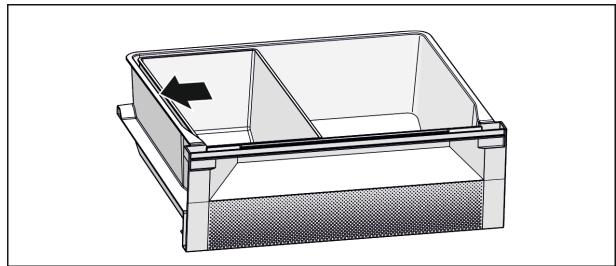

Fig. 6
- ▶ Sistemare la vaschetta Fish & Seafood. Con la posizione raffigurata Fig. 6 () si ottiene una funzione di raffreddamento ottimale.